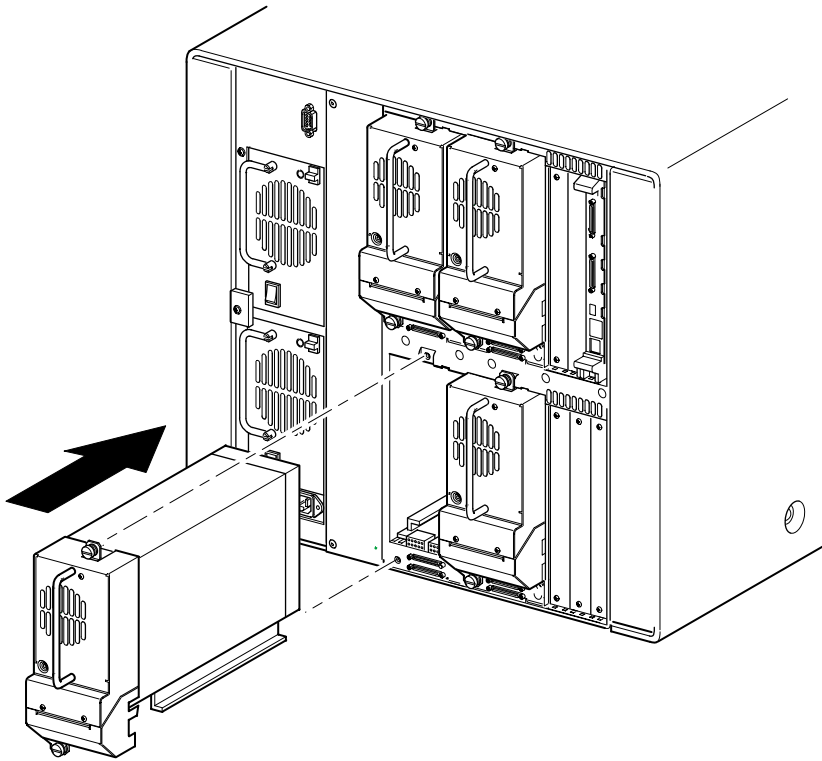

図D-1: テープドライブマウントベイのブランクパネルの取り外し
2. 該当するテープドライブ マウント ベイに取り付けられているブランク パネルを取り外します (図D-1を参照)。ブランク パネルは、後で使えるように保管しておいてください。